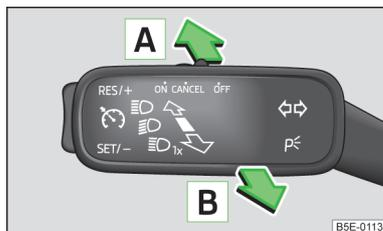

Abb. 31
- » Den Hebel in Stellung **A** (gefederte Stellung) » *Abb. 31* stellen.
- » Wenn das Fernlicht gerade automatisch eingeschaltet ist, den Hebel in Stellung **B** (gefederte Stellung) » *Abb. 31* stellen.